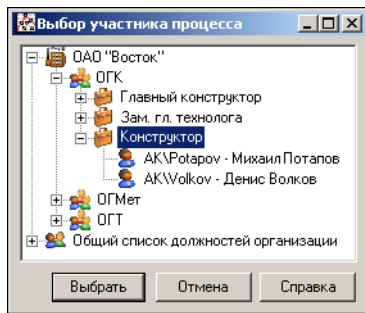

Рис. 4.10.
2. На панели **Редактор свойств** щелкните мышью в ячейке со значением параметра **Должность**. Откроется окно **Выбор участника процесса** (рис. 4.10).